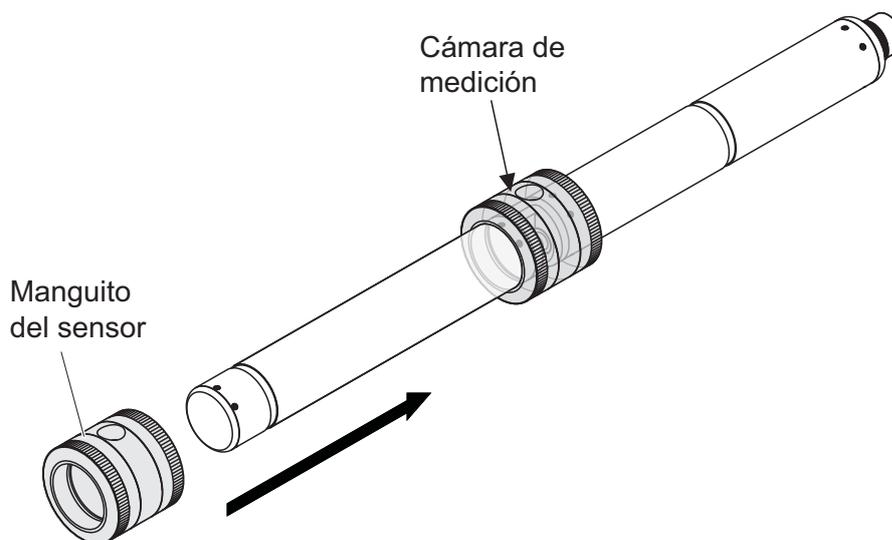

figura 4-3 Colocación del manguito del sensor en el sensor
9. Coloque el sensor en posición horizontal sobre una superficie firme y sin vibraciones. Gire la abertura de llenado del manguito del sensor hacia arriba (figura 4-3).